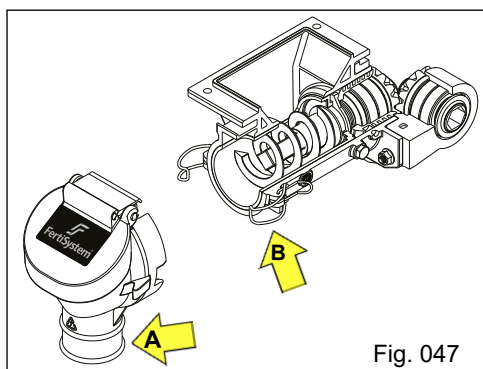

Fig. 047
a) Desmonte o bocal "A", através do engate rápido "B" (Fig. 047).